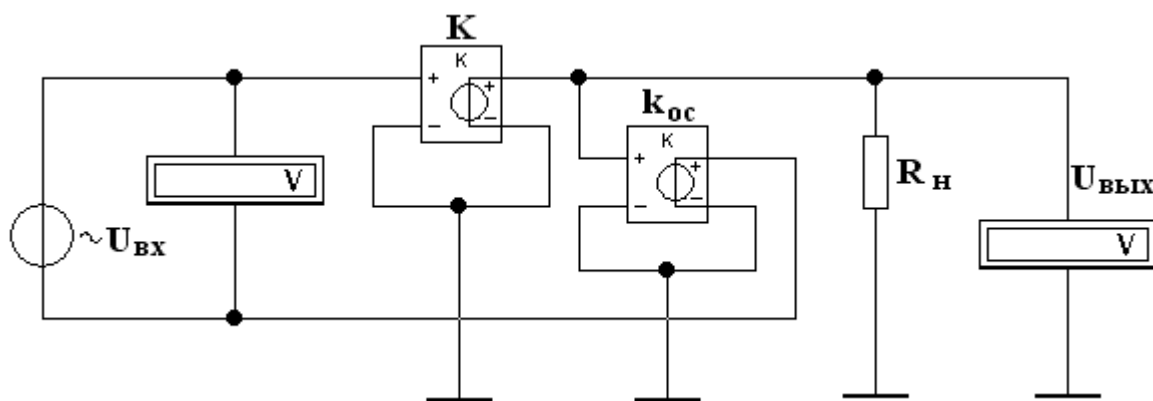

Рис.3.7. Схема моделирования усилителя с ОС, последовательной по напряжению
2. Построить на экране схему (рис.3.7) с использованием моделирующей программы Electronics Workbench (или иной).